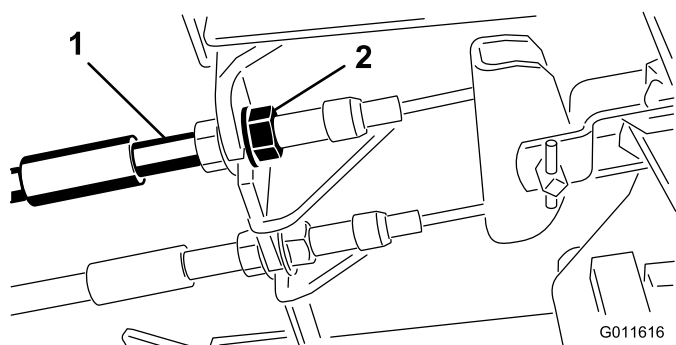

Figura 35
1. Para reduzir a folga dos pedais dos travões, aperte os travões desaperando a porca dianteira que se encontra na extremidade roscada do cabo dos travões (Figura 35).